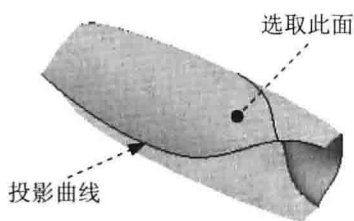

图 1.28 投影曲线 4
Step15. 创建图 1.28 所示的投影曲线 4。在模型树中选取草图 3，单击投影按钮；选取图 1.28 所示的面为投影面，采用系统默认方向，单击按钮，完成投影曲线 4 的创建。